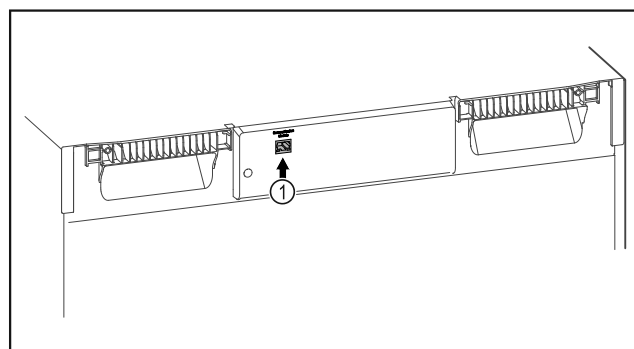

Fig. 94
- SmartModule Fig. 94 (1) ist eingesetzt.